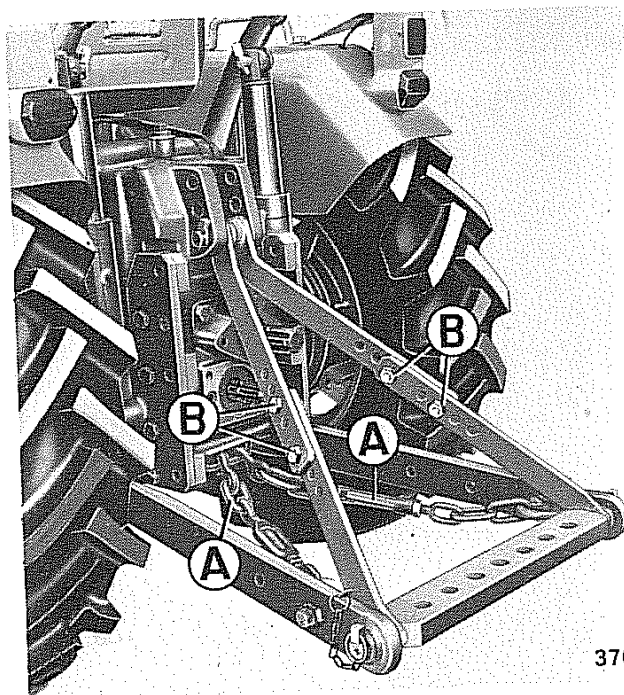

Fig. 110 - Barra di traino
Per il traino di attrezzi è applicabile alla trattrice una apposita barra (fig. 110) con sette diverse posizioni di aggancio. Evitare quegli attrezzi che scaricano sulla barra un eccessivo peso, perchè in tal caso si rischierebbe di fare impennare la trattrice. L'altezza da terra si può regolare agendo sulle viti **B** (fig. 110).
N.B. — Ricordarsi sempre di applicare e mettere in tensione le catene **A**, nella posizione alta del sollevatore (fig. 110) per evitare eccessive oscillazioni laterali dell'attrezzo trainato. Ricordarsi inoltre di togliere i tiranti di sollevamento.